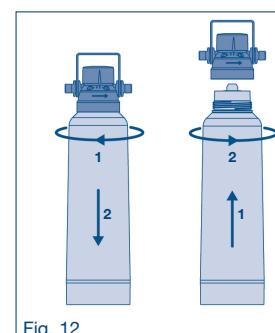

Fig. 12
- Ruotare la cartuccia filtrante in senso orario dal coperchio del filtro (vedi Fig. 12). Per semplificare lo smontaggio delle cartuccia filtrante, il coperchio del filtro può inclinare di 90° nel relativo supporto.
- Installare una nuova cartuccia filtrante come descritto nel capitolo 6.8 (vedi Fig. 12).